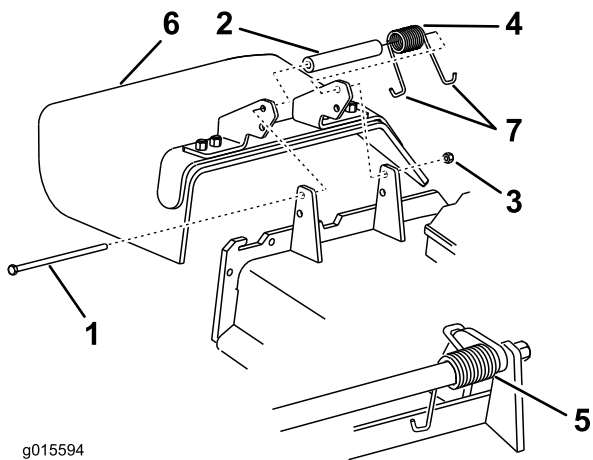

Figura 105
- Retire la contratuerca, el perno, el muelle y el espaciador que sujetan el deflector a los soportes de pivote (Figura 105).
- Retire el deflector de hierba dañado o desgastado (Figura 105).
la carcasa antes de instalar el perno, según se muestra en Figura 105.
- Coloque 1 extremo en J del muelle alrededor del deflector de hierba (Figura 105).